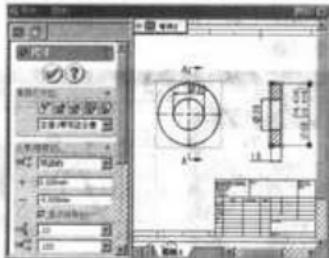

图 6-158 选择一带有常用类型的尺寸/注解
(1) 选择一带有常用类型的尺寸/注解，如图 6-158 所示。